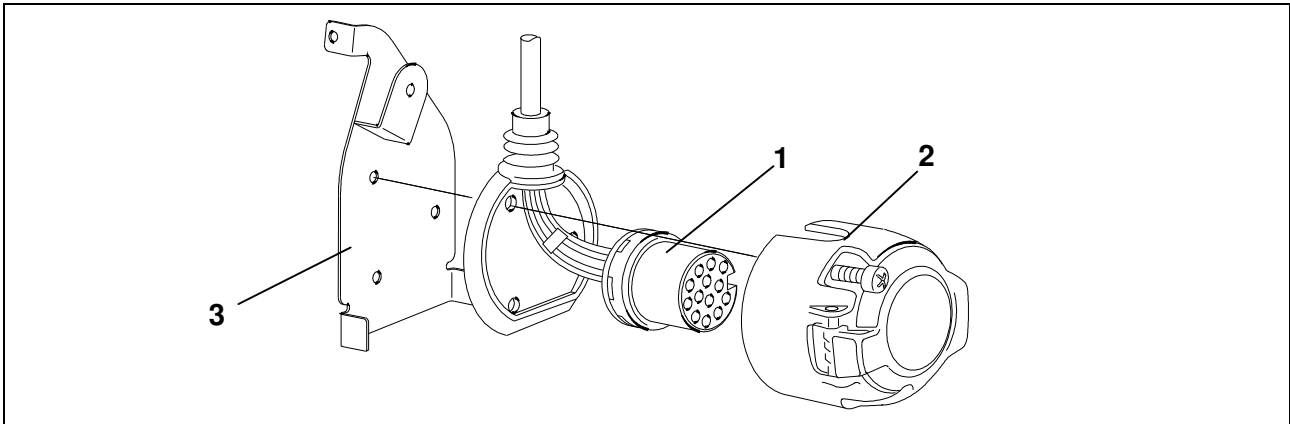

Fig. 2: montaggio della presa
6. Inserire il contatto ad innesto (Fig. 2/1) nel corpo della presa (Fig. 2/2) e avvicinare la guarnizione di gomma alla presa.
7. Fissare la presa al supporto (Fig. 2/3) mediante le viti fornite in dotazione.